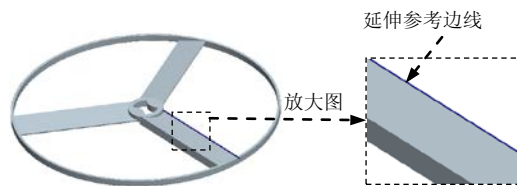

图 5.12 延伸参考边线
- (1) 选取图 5.12 所示的复制曲面的边线。
- (2) 单击 **分型面** 功能选项卡 **编辑** 区域中的 **延伸** 按钮，此时系统弹出 **延伸** 操控板。
- (3) 选取延伸的终止面。在操控板中按下 按钮。选取 ADTM1 基准平面为延伸的终止面。
- (4) 在“延伸”操控板中单击 按钮，完成延伸曲面的创建。